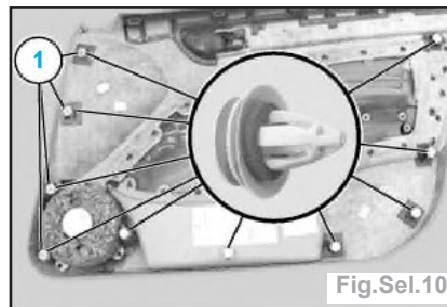

Fig.Sel.10
- Déclipser prudemment la garniture de portière (1) en haut à l'aide de l'outil spécial 00 9 317.
- les clips (1) sont plus longs que les autres clips,
- les clips (1) sont gris (fig.Sel.10),